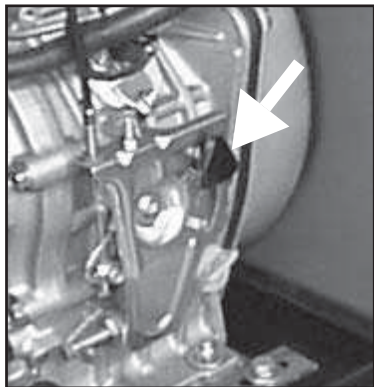

Fig. 7
2) Model Yanmar Motor: Vip acceleratorhåndtaget, placeret på motoren (se fig. 7), tilbage opad. Vent til motoren er helt standset og drej så nøglen over i "OFF" position.